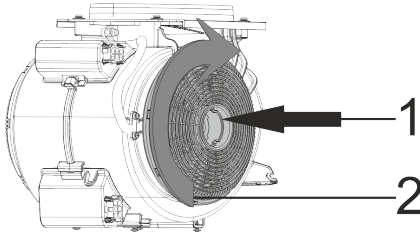

Fig. 5: KUL 10 & KUL 13
- 1- Placer kulfilterna på motorns sidr (Fig. 5).
- 2- Se till att vrida kolfiltren medurs för att låsa dem på plats (Fig. 5).